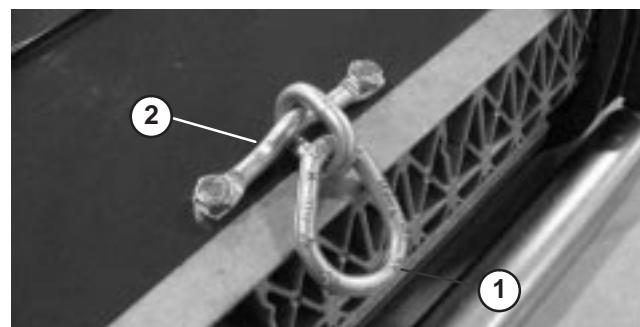

**Bild 2**
- Montieren Sie das Haltegelenk mit zwei Schrauben oben am Mähwerk. Ziehen Sie die Schrauben auf 34–40 Nm fest (Bild 2).
**Hinweis:** Sie können einen optionalen Hubbaken, Toro Bestellnummer 106-6938 anstatt des Kettenglieds verwenden (Bild 2). Das Teil ist vom örtlichen Toro Vertragshändler erhältlich.